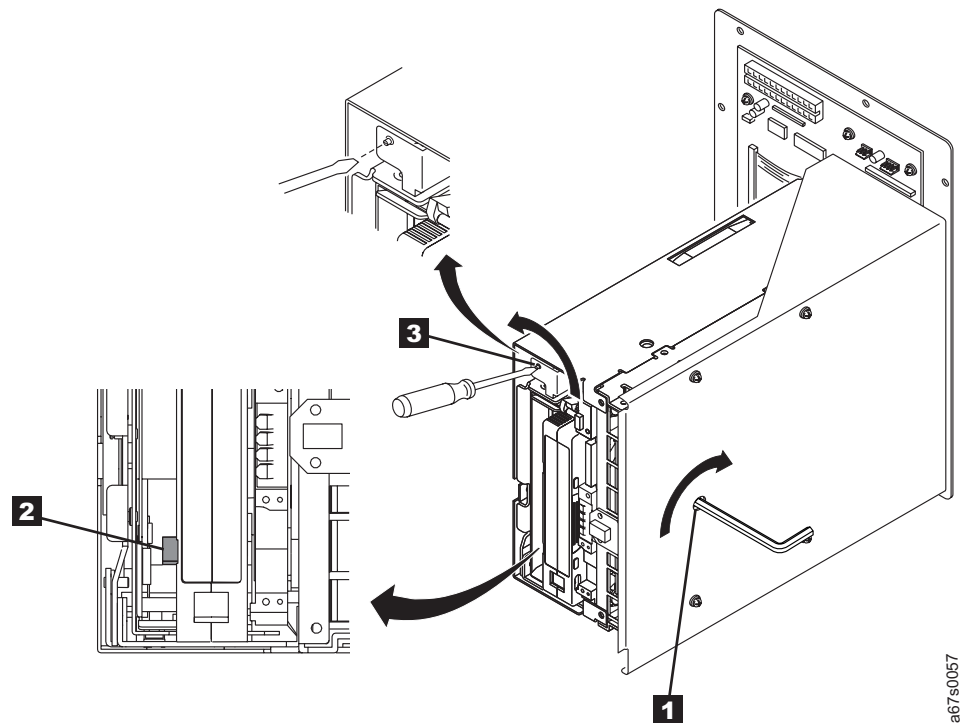

Abbildung 24. Bandkassette auf gerissenes Band überprüfen
6. Platzieren Sie den Laufwerkschlitten so, dass die Vorderseite des Laufwerks zu ihnen hin zeigt. Stellen Sie den Laufwerkschlitten dann auf seine linke Seite (siehe Abb. 24 auf Seite 91).
7. Suchen Sie an der Unterseite des Laufwerkschlittens die untere Zugriffsöffnung (1 in Abb. 24 auf Seite 91).
11. Lassen Sie den Inbusschlüssel weiterhin in der unteren Zugriffsöffnung, und setzen Sie einen schmalen Schraubendreher oder ein Potentiometerwerkzeug in die gerillte Welle des Zahnrades des Lademechanismusmotors (siehe **3** in Abb. 24 auf Seite 91).